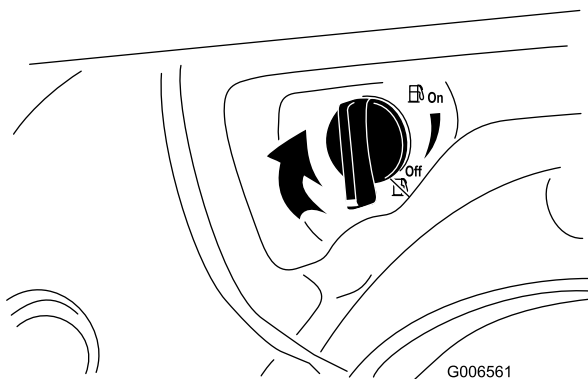

Figure 32
4. Fermez le robinet de carburant en le tournant dans le sens horaire (Figure 32).